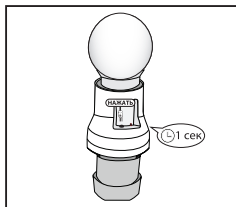

Рисунок 4. Программирование
5.3. Для сохранения в памяти приемника сигнала пульта управления необходимо активировать режим обучения (рисунок 4). Нажмите и удерживайте кнопку программирования более 1 секунды. Режим обучения будет активен в течение 15 секунд и светодиодный индикатор сети будет медленно мигать.